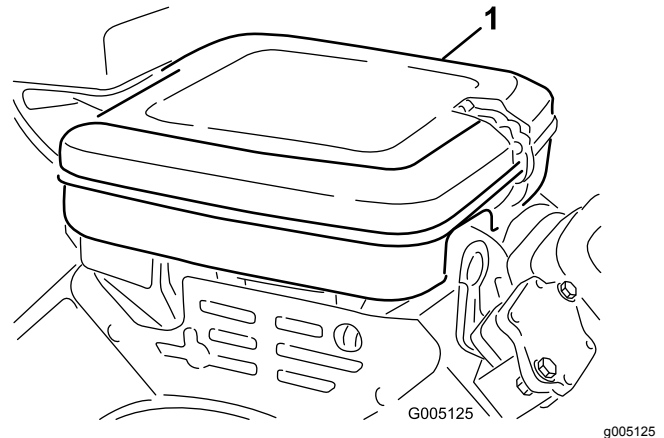

Figure 26
1. Nettoyez le couvercle du filtre à air (Figure 26).